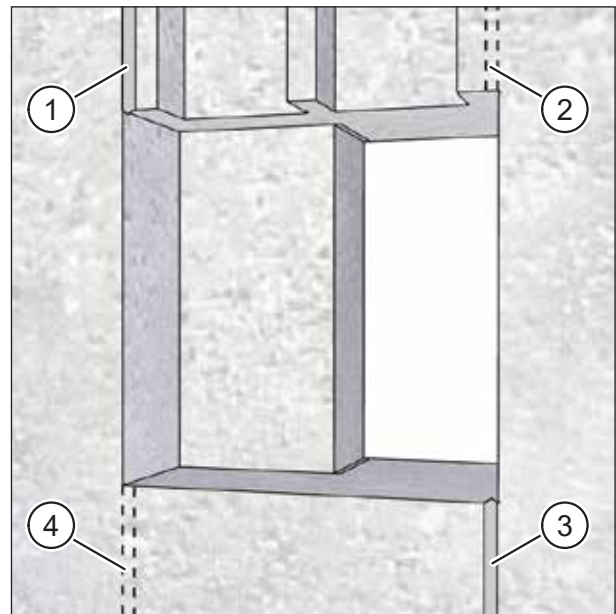

Abb. 14: Mauernuten für Anschlusskabel fräsen
- Fräsen Sie einen Kabelkanal für das Netzkabel (Pos. 1 in Abb. 14) und ggf. einen Kabelkanal für das Steuerkabel (Pos. 3 in Abb. 14).
- Die Mauernuten in Abb. 14 sind beispielhaft. Alternative Mauernuten sind gestrichelt dargestellt (Pos. 2 und Pos. 4 in Abb. 14). Für die spätere Elektroinstallation empfiehlt es sich, das Netzkabel von links und ggf. das Steuerkabel von rechts an den Mauerdurchbruch heranzuführen.